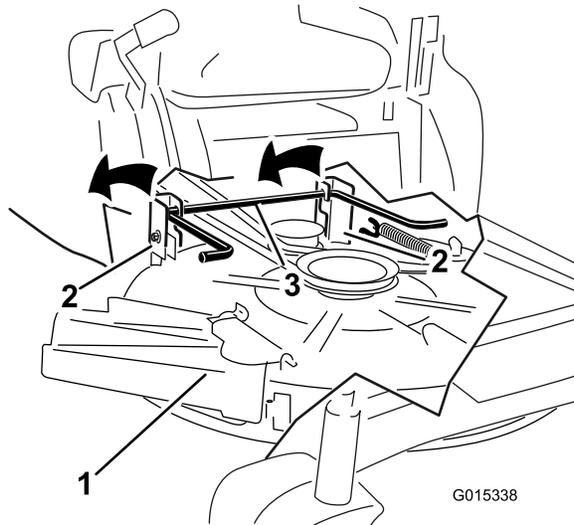

Figura 53
- Eleve la carcasa del cortacésped y desenganche la varilla de elevación trasera de las pletinas de suspensión, y baje el cortacésped con cuidado al suelo (Figura 53).
5. Eleve la parte trasera de la plataforma del cortacésped y coloque los soportes sobre la varilla de elevación trasera (Figura 53).